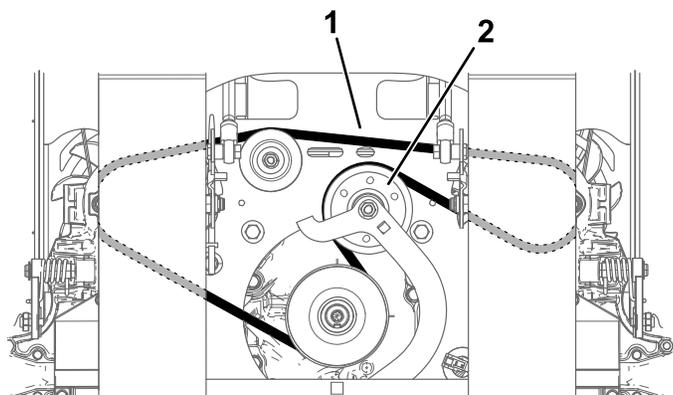

Figura 59
7. Retire a correia (**Figura 59**).
9. Instale a nova correia, encaminhando-a em redor das polias como se mostra na **Figura 59**.